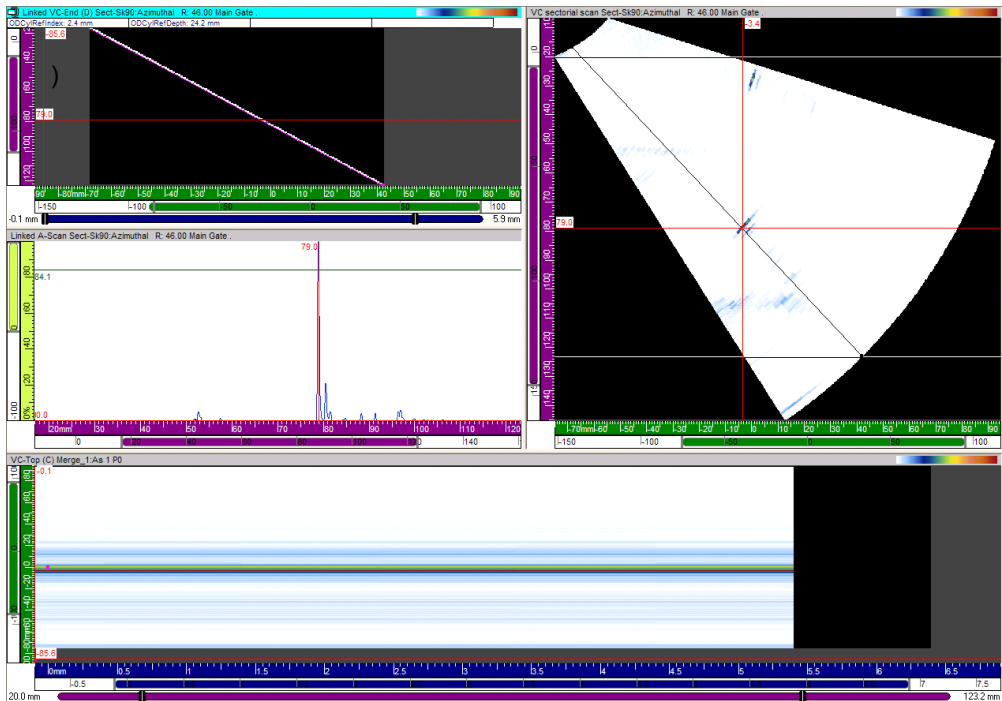

Abbildung 7-79 Analyse zylindrischer Messwerte in einem Sektorbild
2. Siehe Abbildung 7-79 auf Seite 445 und verfahren Sie wie folgt:
- b) Lesen Sie die zylinderkorrigierten Werte in der **verknüpften Vk-Vorderansicht (D)**.